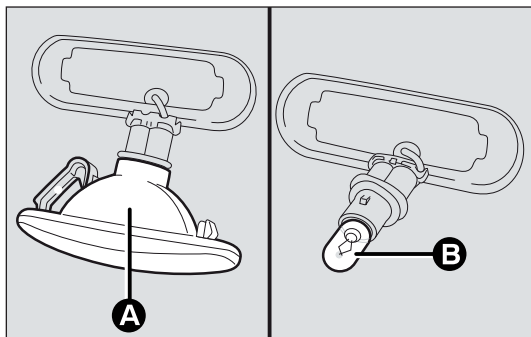

fig. 148
- ☐ estrarre la lampada B-fig. 148 e sostituirla;